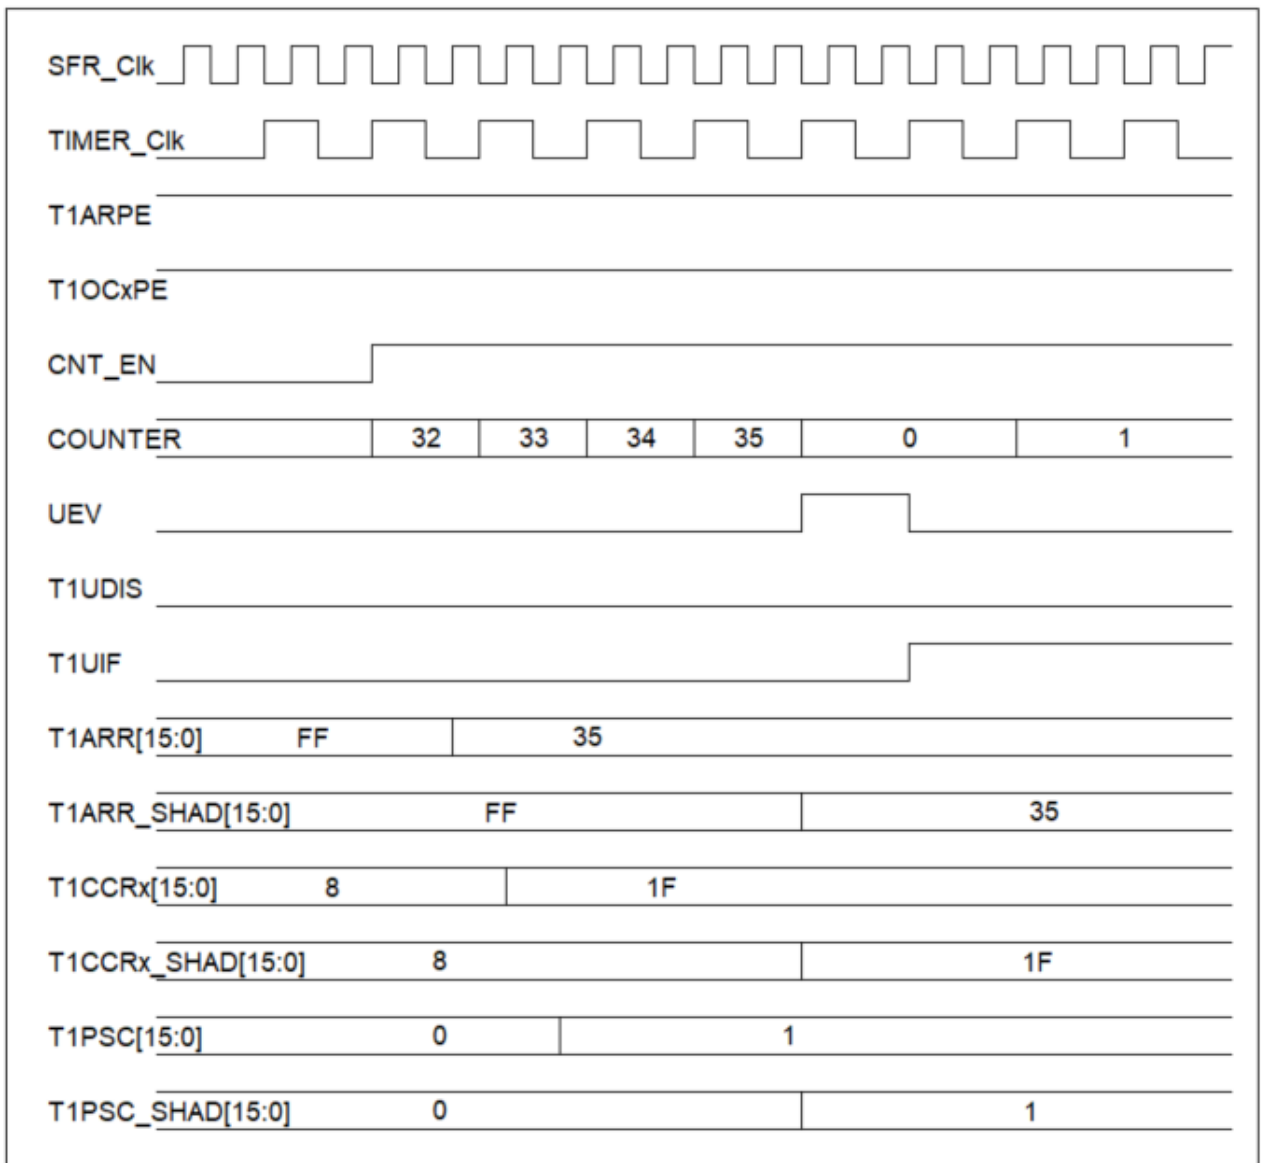

图 7-4 更新事件下，预装载寄存器的更新时序图
- 1.1 当计数器使能(T1CEN = 1)，且其相应的预装载使能时(T1OCxPE / T1ARPE =1, 如表 7-5)，其影子寄存器将在产生更新事件时更新为预装载值，如图 7-4。